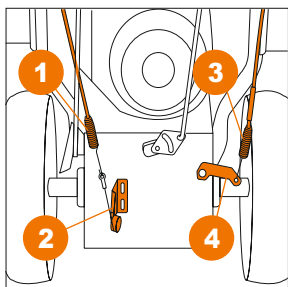

Рис. 6
- Зацепите левый трос привода на колеса (1) в специальном кронштейне (2) в нижней части машины (Рис. 6).
- Зацепите правый трос привода шнека (3) в специальном кронштейне (4) в нижней части машины (Рис. 6).